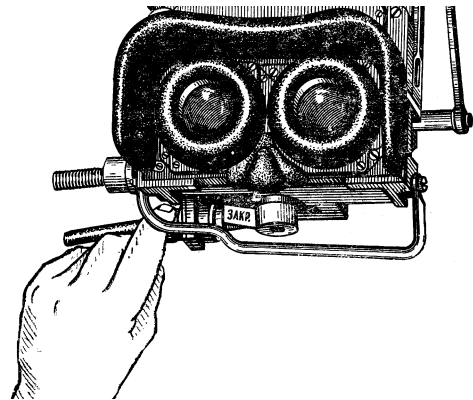

Рис. 79. Приєднання кабелю електричного обігріву до приладу ТВНЕ-1ПА
- приєднати кабель електричного обігріву до приладу ТВНЕ-1ПА (рис. 79);